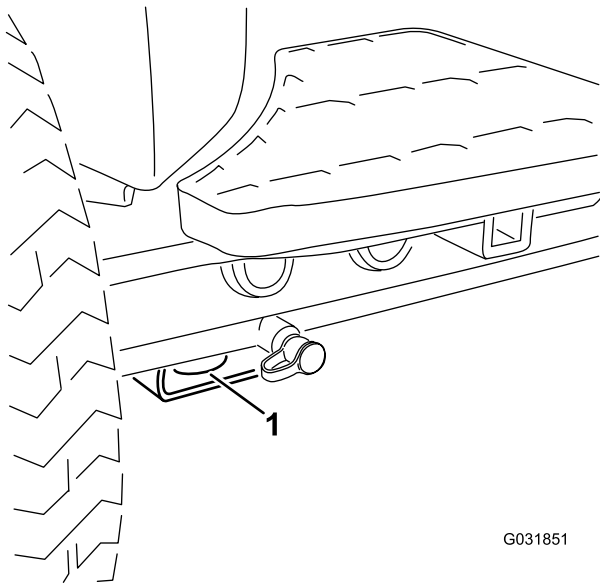
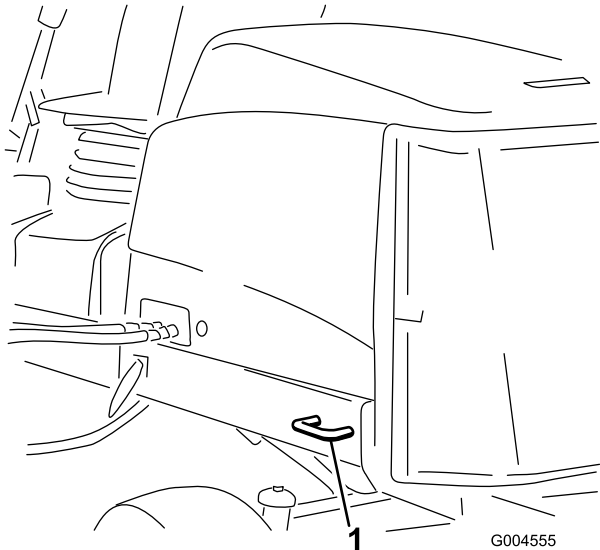

図 39
図 40
5. 機体についているロープ掛けポイントを使い、チェーンやロープ、ワイヤなど適切なものでしっかりと機体をトレーラに固定する 図 39 と 図 40。
- 前各前輪の内側、アクスルチューブの下にある四角いパッド 図 39。
- 後車両の左右側それぞれの後フレーム(図 40)